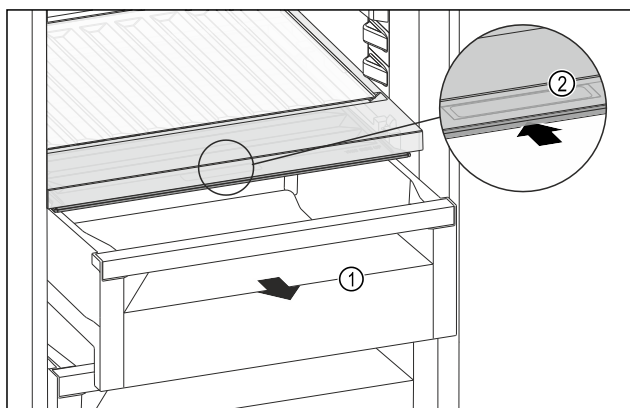

Fig. 171
- Zásuvku Fig. 171 (1) vytáhněte.
- Uchopte prohlubeň pro rukojeť Fig. 171 (2) na víku zásuvky a současně zasuňte víko zásuvky směrem dozadu.